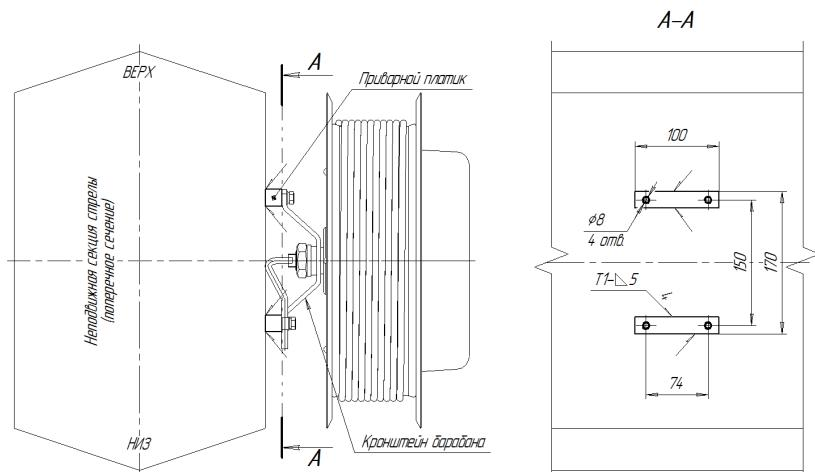

Рис.5 Размещение приварных платиков на стенке стрелы
**Установка приварных платиков.** Если поверхность, на которую запланирована установка, имеет лакокрасочное покрытие, то перед приваркой платиков места под них защищают от существующего покрытия, затем производят установку платиков при помощи сварки, затем покрытие восстанавливают. Пример размещения на стенке стрелы приварных платиков показан на рис. 5.